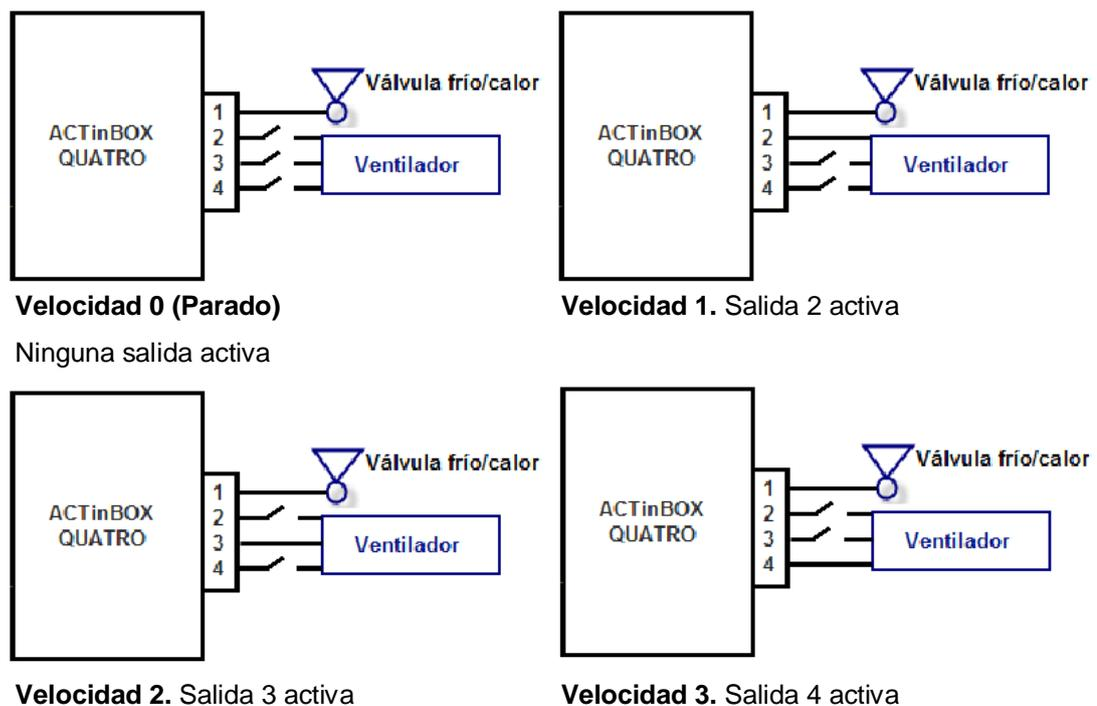

Figura 3.6. Control de la velocidad de ventilación por conmutación
- **Acumulación** (varios relés encendidos): el nivel de ventilación es proporcional al número de salidas activas. Ver Figura 3.6.